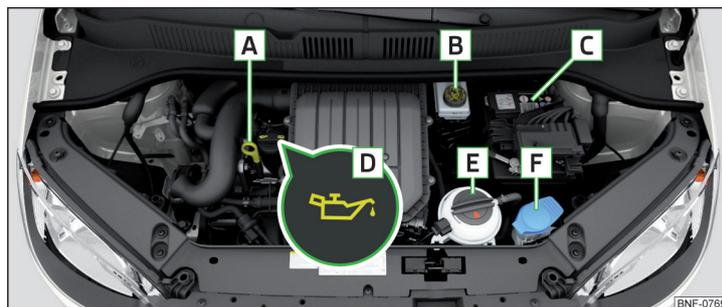

Fig. 137 Exemple d'agencement dans le compartiment moteur
- Dévissez le bouchon de l'orifice de versement d'huile moteur **D** » fig. 137 à la page 127.